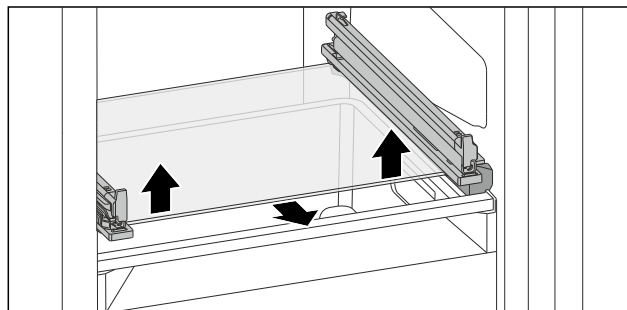

Fig. 120 Staklena ploča nagibne ladice
- Pritisnite staklenu ploču odozdo s obje strane prema gore. (pogledajte Fig. 120)